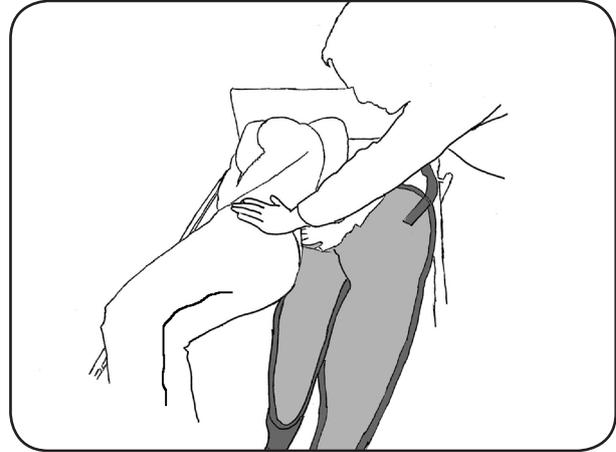

Abb. 8.2.01 - Liftergurt hinter dem Rücken des Patienten positioniert
5. Falten Sie den Liftergurt in der Hälfte zusammen und legen Sie ihn hinter den Rücken des Patienten. Dabei soll die Unterkante in Höhe des Steißbeines des Patienten liegen (Abbildung 8.2.01).